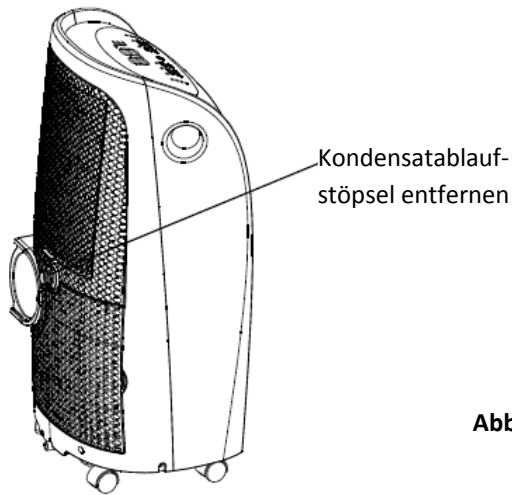

Abb. 21*
- Entfernen Sie während der Entfeuchtungs-Modi den Kondensatablauf-Stöpsel an der Rückseite des Geräts, schließen Sie an den Kondensatablaufadapter (5/8" Anschluss) einen 3/4" Schlauch an (lokal zu besorgen). Bei Modellen ohne Anschlussstück schließen Sie den Ablaufschlauch direkt an die Öffnung an. Positionieren Sie das andere Ende des Schlauchs direkt über einem Ablauf Ihres Fußbodens. Bitte beachten Sie Abb. 21* & 22*.